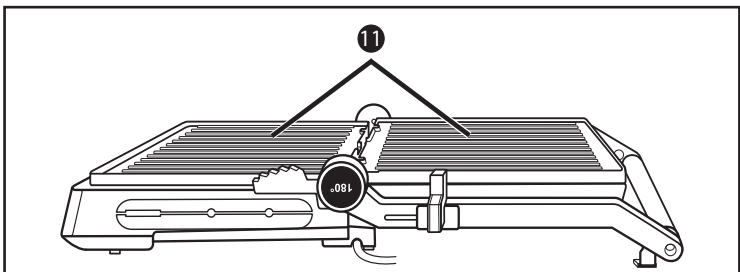

Bild 2
- 3) Värmeplattorna **11** ligger nu bredvid varandra och produkten kan användas som bordsgrill (bild 2).